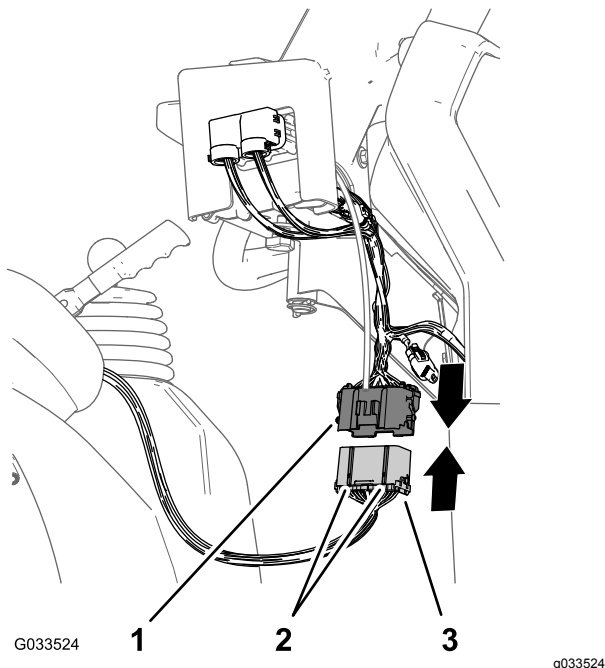

Figura 23
1. Alinhe as duas chaves do conector de 38 pinos da cablagem traseira do pulverizador com as duas ranhuras de chave do conector de 38 tomadas da cablagem frontal ligada à consola de controlo (Figura 23).
2. Ligue o conector da cablagem traseira no conector da cablagem frontal até que as partilhas dos conectores encaixem em conjunto em segurança (Figura 23).